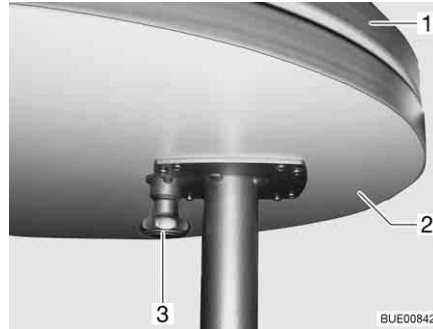

Fig. 95 Rallonge de table pivotante
- Tirer le bouton (Fig. 95,3) du dispositif de verrouillage vers le bas et sortir la rallonge de table (Fig. 95,2).
- Faire pivoter la rallonge de table (Fig. 95,2) sous le plateau de table (Fig. 95,1) jusqu'à ce que le dispositif de verrouillage s'enclenche de façon perceptible.